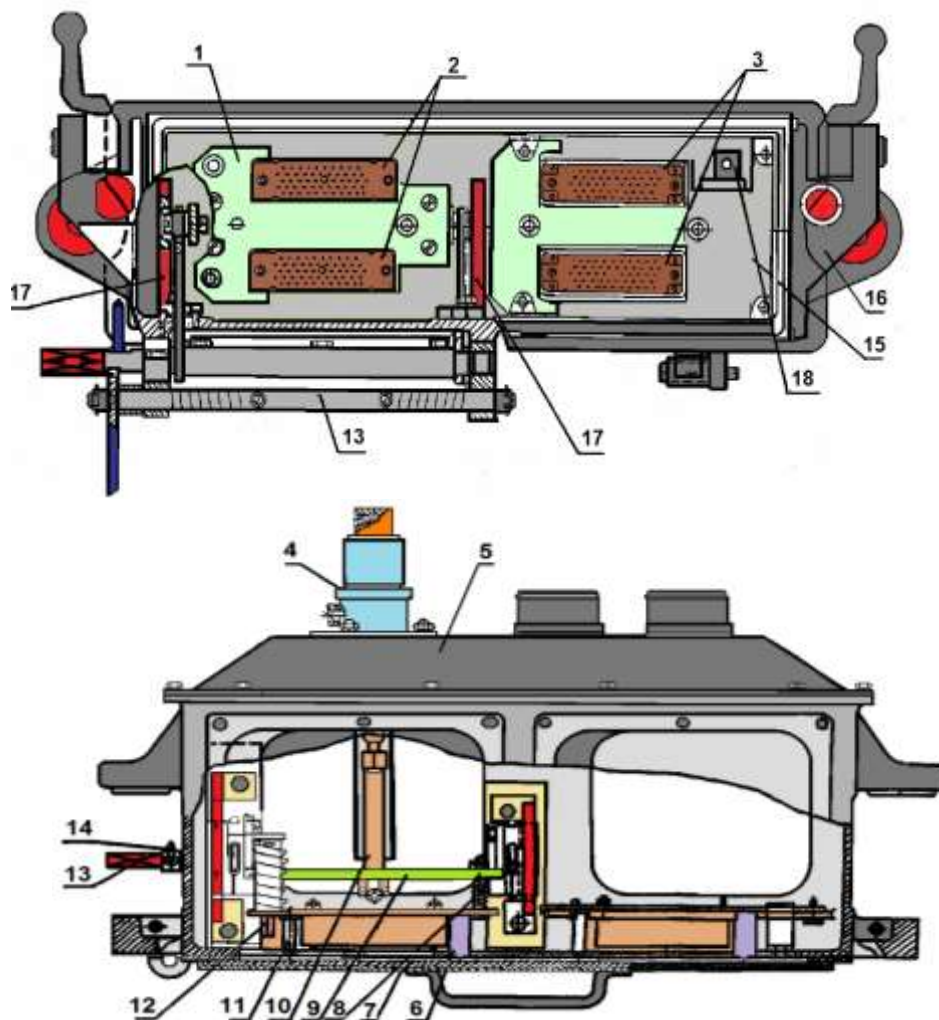

Рис.37 Коробка электроконтактная
Электроконтактная коробка (Рис.37) состоит из корпуса (16), в котором установлена неподвижная панель (15) с розетками штепсельного разъема (2). Подвижная панель на подпружиненных стержнях (8) установлена на каретке (9). Каретка (9) через тягу (10) соединена с пневмоцилиндром (4), закрепленном на задней крышке (5). При включении и выключении пневмоцилиндра каретка (9) вместе с панелью (1) перемещается в направляющих (17). Для контроля включения всех ЭКК вагонов состава коробки оборудованы концевыми выключателями.